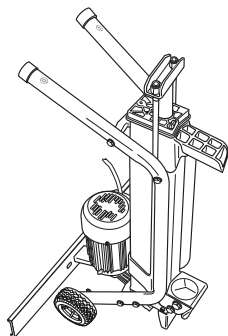

Fig. 8a
- Mettez l'appareil à la verticale, avec la vis du réservoir d'huile [21] dirigée vers le haut. Immobilisez complètement l'appareil (Fig. 8a).